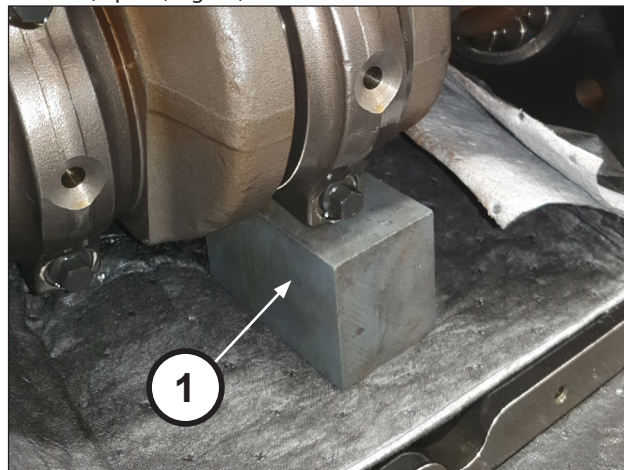

Fig. 21
Insérer une cale sous la bielle pour empêcher l'arbre de tourner (rep. ①, Fig. 21).